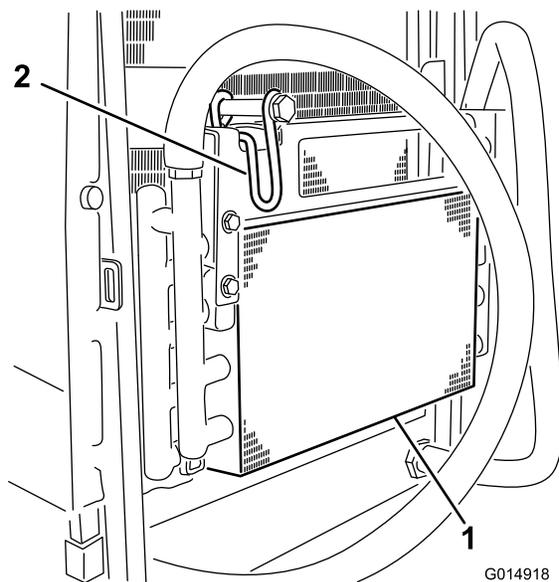

図 43
6. オイルクーラのラッチを内側に回してオイルクーラを解放する（図 43）。